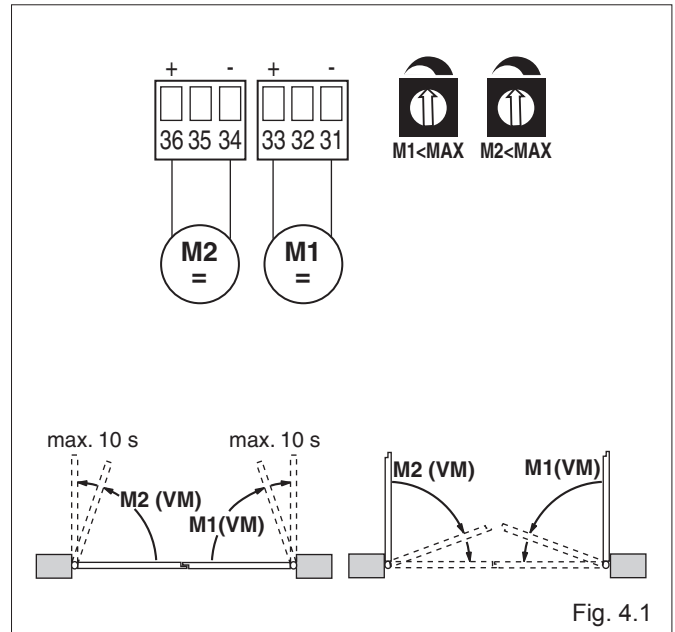

Fig. 4.1
- (Fig. 4.1) **Utilização sem fim-de-curso**